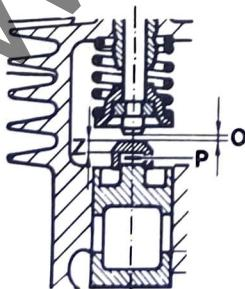

Fig. 5
Le réglage du jeu des soupapes (O, fig. 5) doit être effectué, le moteur étant froid (voir caractéristiques techniques).
Vérifier le jeu (O) entre la queue de soupape et le chapeau de pousoir à l'aide d'une jauge, la soupape étant fermée (pousoir au point mort bas). Les chapeaux de pousoir peuvent être obtenus en diverses épaisseurs (Z), échelonnées de 0,20 en 0,20 mm. En cas de commande, indiquer l'épaisseur (Z, fig. 5) désirée. D'autre part, les rondelles de réglage (P), épaisses de 0,1 mm, peuvent être livrées. Le jeu correct (O) des soupapes est obtenu par le montage d'un chapeau d'une épaisseur adéquate et, si nécessaire, d'une rondelle de réglage.